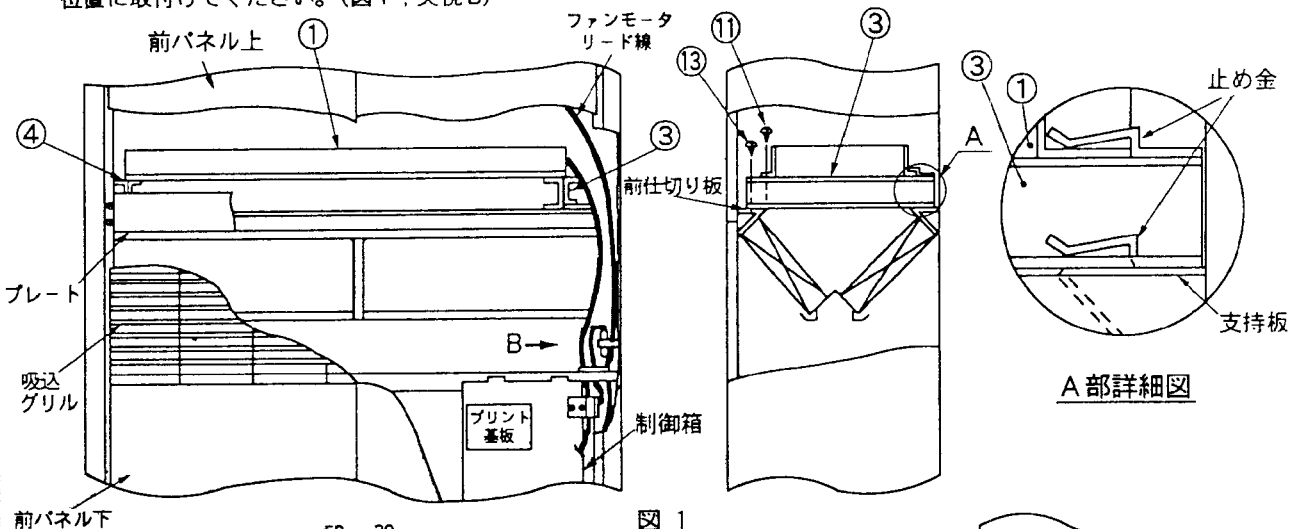

図 1
2. ヒータ取付板③、④を後方を支持板上の止め金の位置（図1、A部詳細図）まで差し込み、手前をネジ止め（タッピンネジ③2本）してください。
3. ヒータ①を（2）項で取付けたヒータ取付板③、④上に設置（後方は止め金により固定）し、手前をヒータ取付板③、④にネジ止め（タッピンネジ⑪2本）してください。（図1）
4. ヒータ①のリード線は、前仕切り板の右側からファンモーターリード線と同じ様に通し、制御箱へ導いてください。（図1）
7. 温度調節器⑤の感温筒は、本体ユニット、温度調節器感温筒と同じ要領で固定金具⑥にて、吸込空気温度が検知出来る位置に取付けてください。（図1、矢視B）